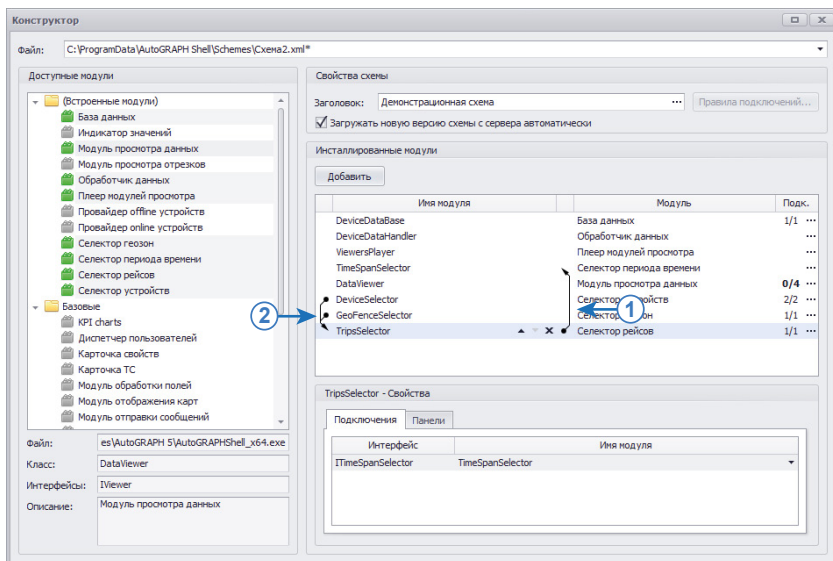

Рис.366. Индикация подключений.
- При установке курсора на установленный модуль появляются стрелки, указывающие на модули, к которым подключен выбранный (**Рис.366, п.1**) и направленные от модулей, которые подключены к выбранному (**Рис.366, п.2**).